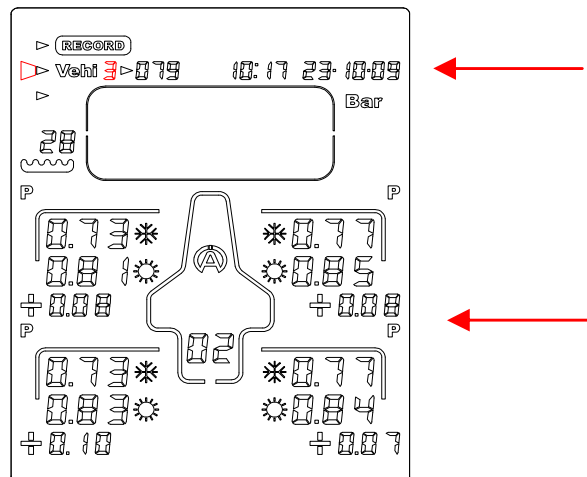

Abbildung 2
2) Wählen Sie mit Taste oder das Symbol "**Vehi**" (Abbildung 2) aus.
3) Wählen Sie mit Taste oder das gewünschte Fahrzeug aus (insgesamt 5) (Abbildung 2).
Im Beispiel (Abbildung 2) ist das Tyrecontrol zur Speicherung einer Serie von Messungen im Set "03" vor der Fahrt  (freies "Set" des Fahrzeugs 3) bereit. Die Messung beginnt mit dem hinteren rechten Reifen.